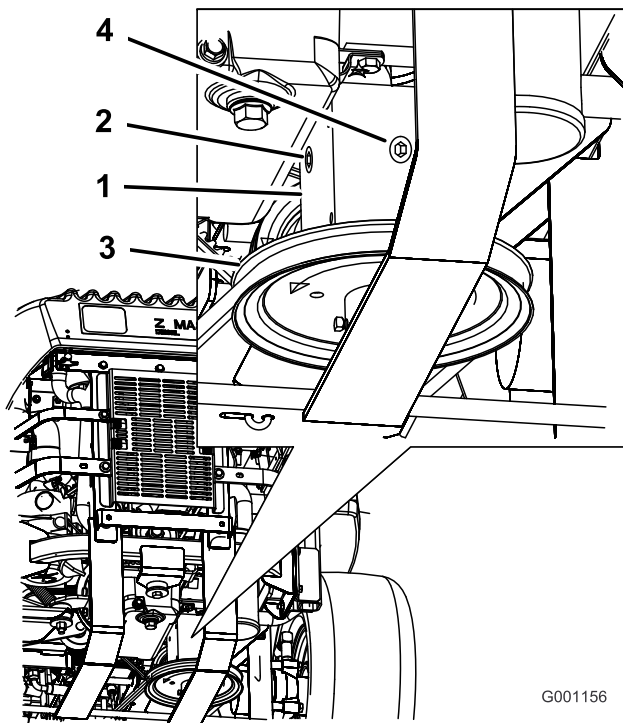

Figura 75
3. Retire o tampão lateral ou traseiro da caixa de velocidades (Figura 75).